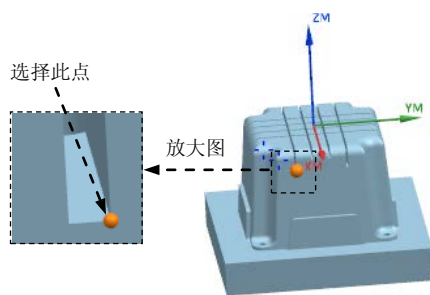

图 20.61 定义参照点
Step2. 单击“非切削移动”对话框中 **起点/钻点** 选项卡, 在 **区域起点** 区域 **默认区域起点** 下拉列表中选择 **拐角** 选项, 然后选择图 20.61 所示的点, 其他参数采用系统默认值, 单击 **确定** 按钮, 完成非切削移动参数的设置。